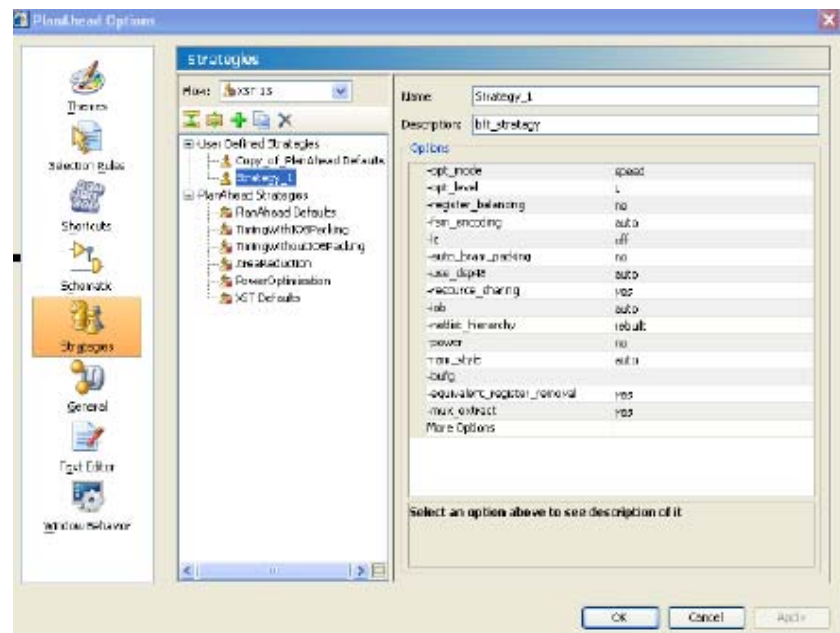

図 3-36 : [PlanAhead Options] ダイアログ ボックスの [Strategies] ページ
2. 左側で [Strategies] をクリックします。図 3-36 に示す [PlanAhead Options] ダイアログ ボックスの [Strategies] ページに、各 ISE と XST のバージョン用にあらかじめ定義されたストラテジがリストされます。